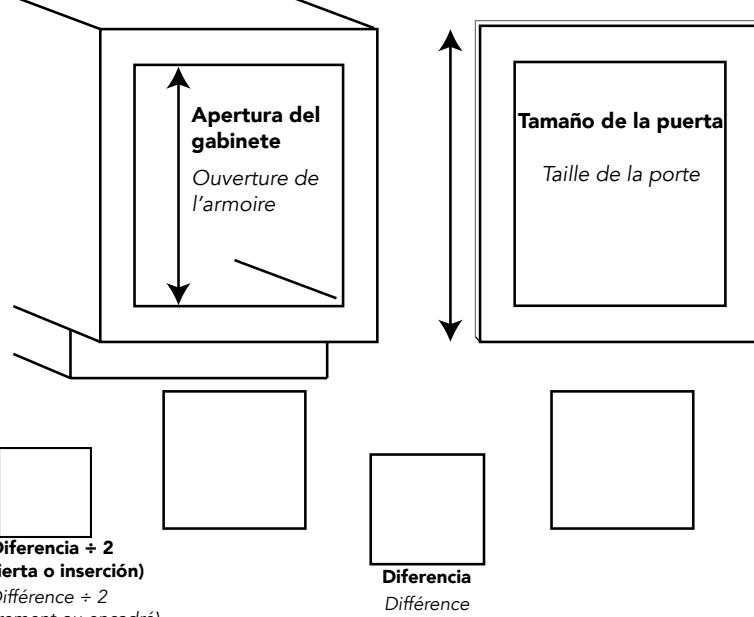

FIG. F1
Marque las ubicaciones de los tornillos en el centro de la parte gruesa de la puerta, perfore previamente los orificios guía y fije la puerta con (4) tornillos de cabeza plana de 6 x 1/2" (vea la Fig. F1).